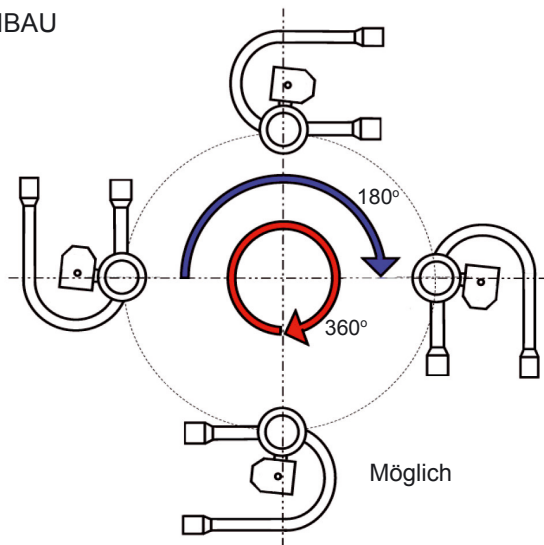

Abb. 1
- Horizontale Lage; die Ausrichtung der Ventile der STF-Serie 25, 30, 40, 50, 60 muss zwischen 0° und 180° liegen. Für alle weiteren Ventiltypen ist eine Ausrichtung zwischen 0° und 360° möglich (Abb. 1).